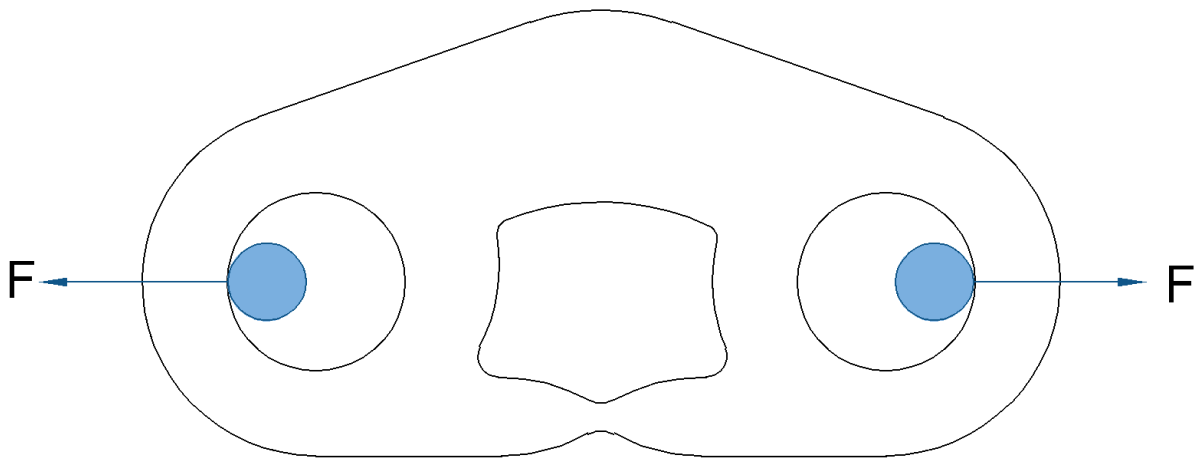

Figure 6: Schéma d'application de la charge de traction : la force (F) doit être appliquée dans la direction de la ligne formée par les deux trous d'accrochage.
- Continuer à charger la plaque d'essai ATP après la rupture de la section indicatrice « S » (Figure 6).